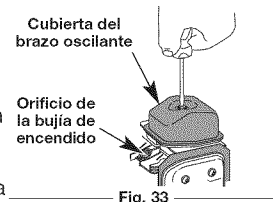

Fig. 33
5. Limpie la suciedad de alrededor de la cubierta del brazo oscilante. Saque el tornillo que sostiene la cubierta del brazo oscilante con un destornillador grande de vástago plano o con una broca Torx® T-25 (Fig. 33). Saque la cubierta y la junta del brazo oscilante.
- El pistón se encuentre en la parte superior de su recorrido mientras mira dentro del orificio de la bujía de encendido (Fig. 33).